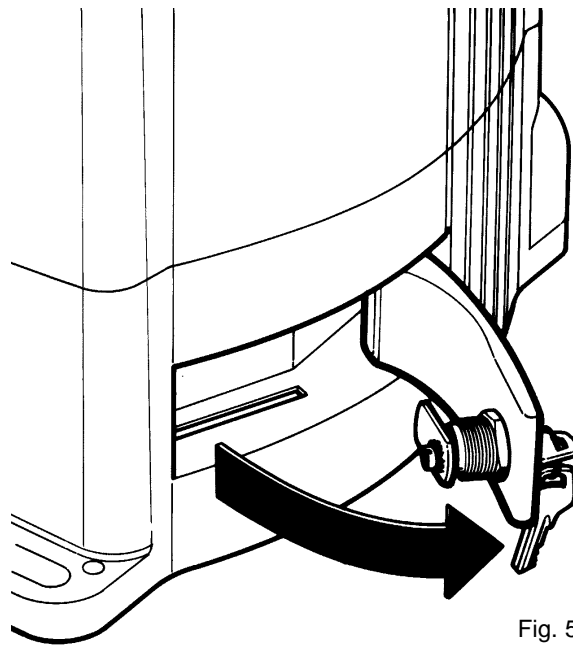

Fig. 5
| <p>Ⓛ</p> <p>1) Ruotare verso l'alto il copriserratura (1).                 2) Inserire la chiave e ruotarla in senso orario di 90° (2).                 3) Tirare a se la maniglia agendo dapprima sulla chiave stessa fino a portarla perpendicolare al THOR (Fig. 5).                 Un microinterruttore di sicurezza fa in modo che non possa avviarsi in posizione manuale.</p> | <p>ⒸⓅ</p> <p>1) Slide the key cover upwards (1).                 2) Insert the key and turn it 90° clockwise (2).                 3) Pull the handle towards you, turning the key, until it is perpendicular to THOR (Fig. 5).                 A safety microswitch prevents it from being able to start in the manual position.</p> | <p>Ⓕ</p> <p>1) Tourner le cache-serrure vers le haut (1).                 2) Introduire la clé et la tourner de 90° dans le sens des aiguilles d'une montre (2).                 3) Tirer vers soi la poignée en agissant d'abord sur la clé proprement dite de manière à la placer perpendiculairement au THOR (Fig. 5).                 Un microinterruteur de sécurité fait en sorte que le dispositif ne puisse pas se mettre en position manuelle.</p> | <p>Ⓓ</p> <p>Die Abdeckung des Schlosses (1) nach oben drehen (1).                 Den Schlüssel einstecken und um 90° nach rechts drehen (2).                 Den Griff durch Betätigung des Schlüssels nach vorne ziehen, bis er senkrecht zu THOR steht (Abb.5).                 Ein Mikroschalter bewirkt, dass er nicht in manueller Position angelassen werden kann.</p> | <p>Ⓔ</p> <p>1) Gire hacia arriba el cubrecerradura (1).                 2) Introduzca la llave y gírela 90° hacia la derecha (2).                 3) Tire de la manija hacia Ud., actuando antes sobre la llave hasta colocarla perpendicularmente a THOR (fig. 5).                 Un microinterruptor de seguridad impide que se pueda poner en marcha en posición manual.</p> |